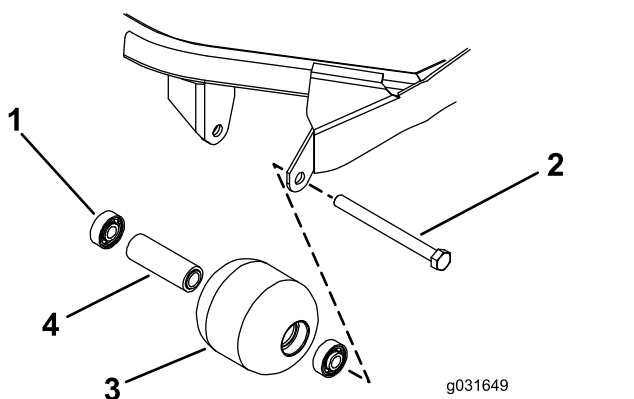

図 71
1. ローラ取り付けボルトを外す 図 71。
4. ローラハウジング、ベアリング、ベアリングスペーサに破損がないか点検する 図 71。
1. アウターレースのみを押すか、インナーレースとアウターレースを均等に押すかして、最初のベアリングをローラハウジングに押し込む 図 71。
2. スペーサを入れる 図 71。
3. アウターレースのみを押すか、インナーレースとアウターレースを均等に押すかして、第二のベアリングをローラハウジングに押し込んでスペーサと接触させる 図 71。